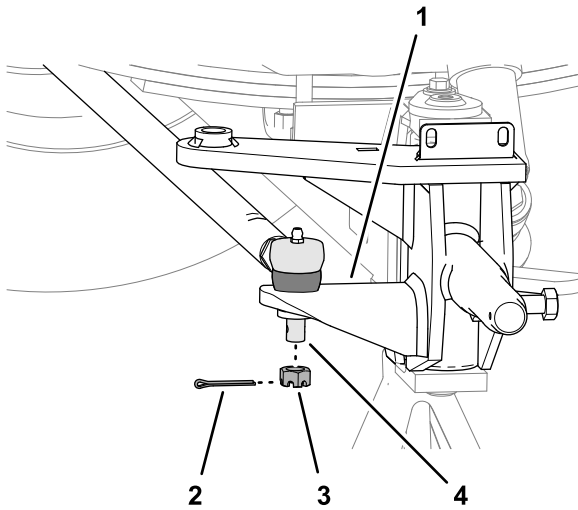

Figura 11
1. Monte la rótula de la barra de acoplamiento en el orificio del brazo de dirección de la mangueta izquierda (Figura 11).
2. Monte la tuerca de seguridad (1/2") en la rótula (Figura 11), y apriete la tuerca a 27–34 N·m (20–25 pies-libra).
3. Sujete la tuerca de seguridad al extremo de la rótula (Figura 11) con la chaveta (1/4" x 1/8").